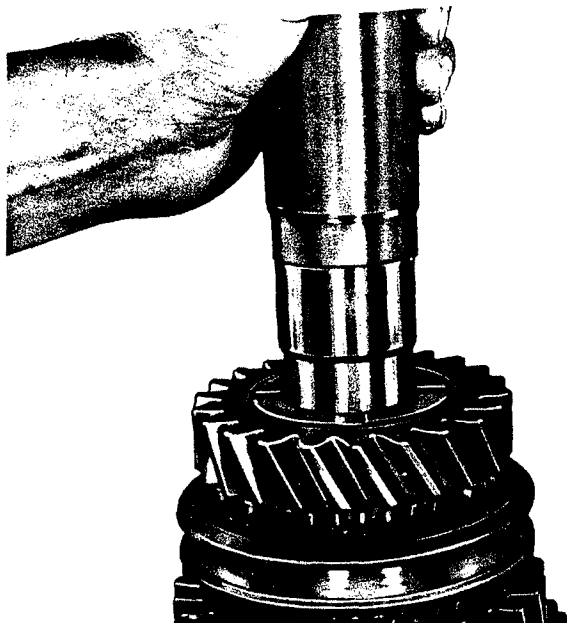

Fig. 35
16. Poser la rondelle de butée (412) sur l'engrenage de la 3e vitesse. Emboîter à force la bague intérieure (411) à l'aide de la douille „9" jusqu'à ce qu'elle vienne reposer contre la rondelle de butée (fig. 35).